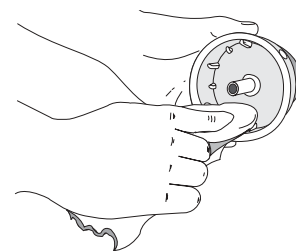

Figure 28
4. Nettoyez le moulinet intérieur, le ressort, et l'arbre et la surface interne de la bobine extérieure à l'aide d'un tissu propre (Fig. 28).